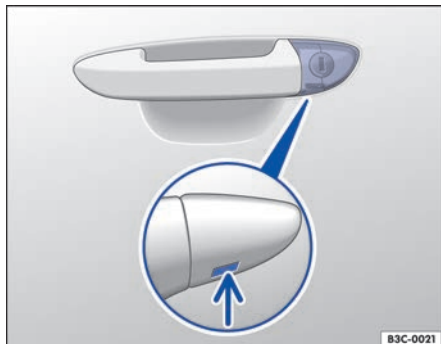

Fig. 281 Manilla de la puerta del conductor: bombín de la cerradura cubierto.
- Introduzca la llave de emergencia en el orificio de la caperuza de la manilla de la puerta del conductor por abajo → fig. 281 (flecha).